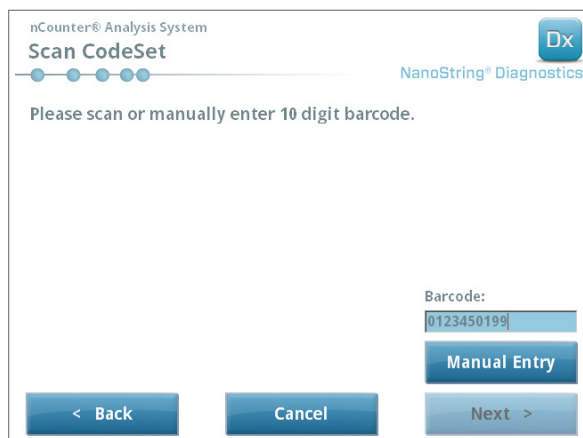

FIGURE 5.6 : Écran « Scan CodeSet » (Analyser le CodeSet)
6. Le code-barres du CodeSet doit être analysé avant de poursuivre. Maintenir le code-barres du CodeSet devant le lecteur de codes-barres. Un faisceau rouge apparaît. Déplacer le code-barres devant le faisceau rouge jusqu'à ce qu'il soit lu. Une fois que le code-barres est saisi avec succès, le numéro correspondant apparaît dans le champ (FIGURE 5.6).